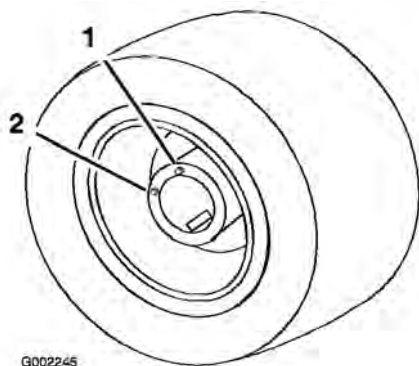

Figura 49
5. Spostate lentamente il veicolo finché la ruota non è in posizione di rifornimento, come illustrato nella Figura 49.